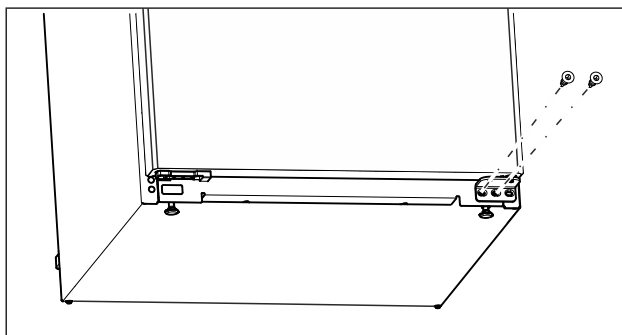

Fig. 14
- Skruva ur den mellersta skruven på undre lagerbocken med skruvmejsel Torx 20. (se Fig. 14)
- Skruva ur den invändiga skruven på undre lagerbocken med skruvmejsel Torx 20. (se Fig. 14)